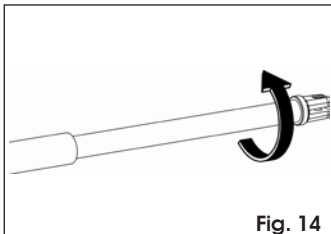

Fig. 14
6. Ruotare di mezzo/un giro lo stelo dell'operatore in senso orario, Fig. 14, in modo da far rientrare lo stelo.